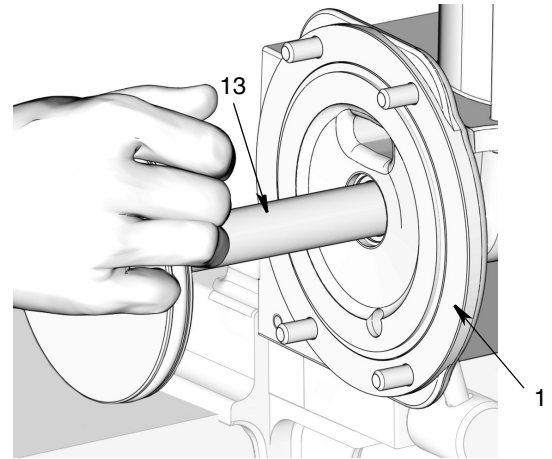

FIG. 53
- f. Appliquer une légère couche de graisse sur le pourtour et sur toute la longueur de la tige de piston (13). Pousser doucement la tige de piston dans la base de la pompe (1) en appliquant un mouvement de rotation pour faire passer la tige à travers les joints et entretoises précédemment montés (FIG. 53).